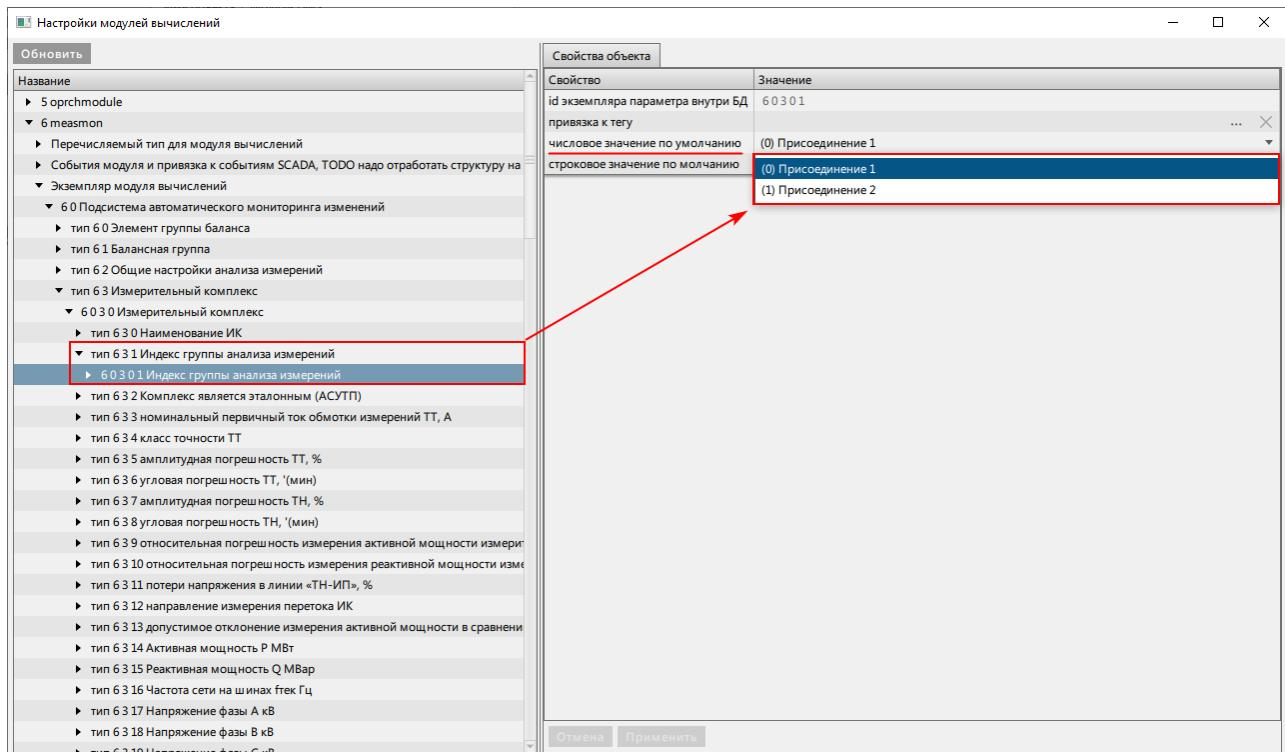

Рисунок 443 - Индекс группы анализа измерений
4. У каждого измерительного комплекса (см. раздел Добавление измерительных комплексов) раскройте узел **типа 6 3 1 Индекс группы анализа измерений** и напротив строки **числовое значение по умолчанию** выберите из выпадающего списка нужное присоединение (Рисунок 443).